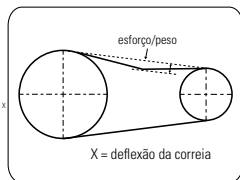

FIGURA 8.4
- Inspeccione as correias de transmissão e o motor elétrico. Para verificar, remova o protetor de correia. Após a inspeção, monte o protetor fixando os parafusos (Figura 8.4 e 8.5). Substitua as correias quando necessário.